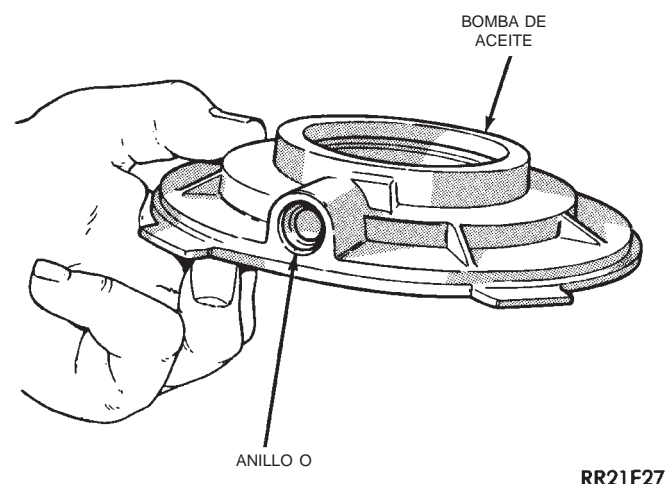
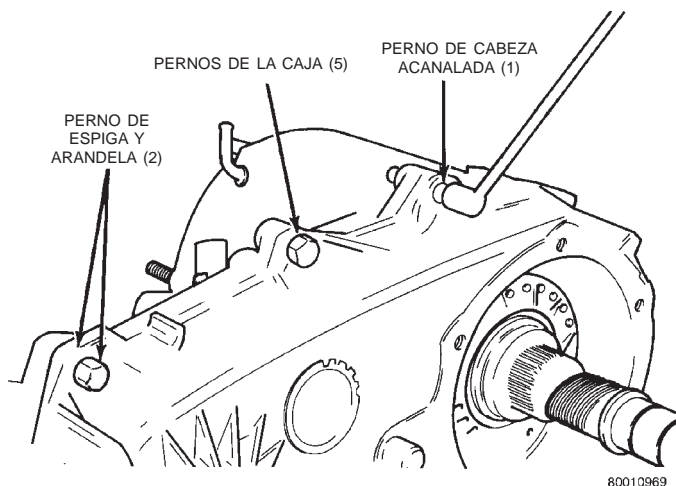

Fig. 16 Localización del anillo O del tubo de absorción
Fig. 17 Localizaciones de pernos de espiga y acanalado
- (10) Retire de la bomba el anillo O del tubo de absorción (Fig. 16), pero no desensamble la bomba; no es una pieza que se pueda reparar.
- (11) Con una herramienta para hacer palanca, retire la junta de la bomba de aceite.
- (12) Retire los pernos que fijan la caja trasera a la caja delantera (Fig. 17). Tome nota de la posición de los dos pernos finales negros en cada extremo de la caja. Estos pernos atraviesan las espigas de la caja y